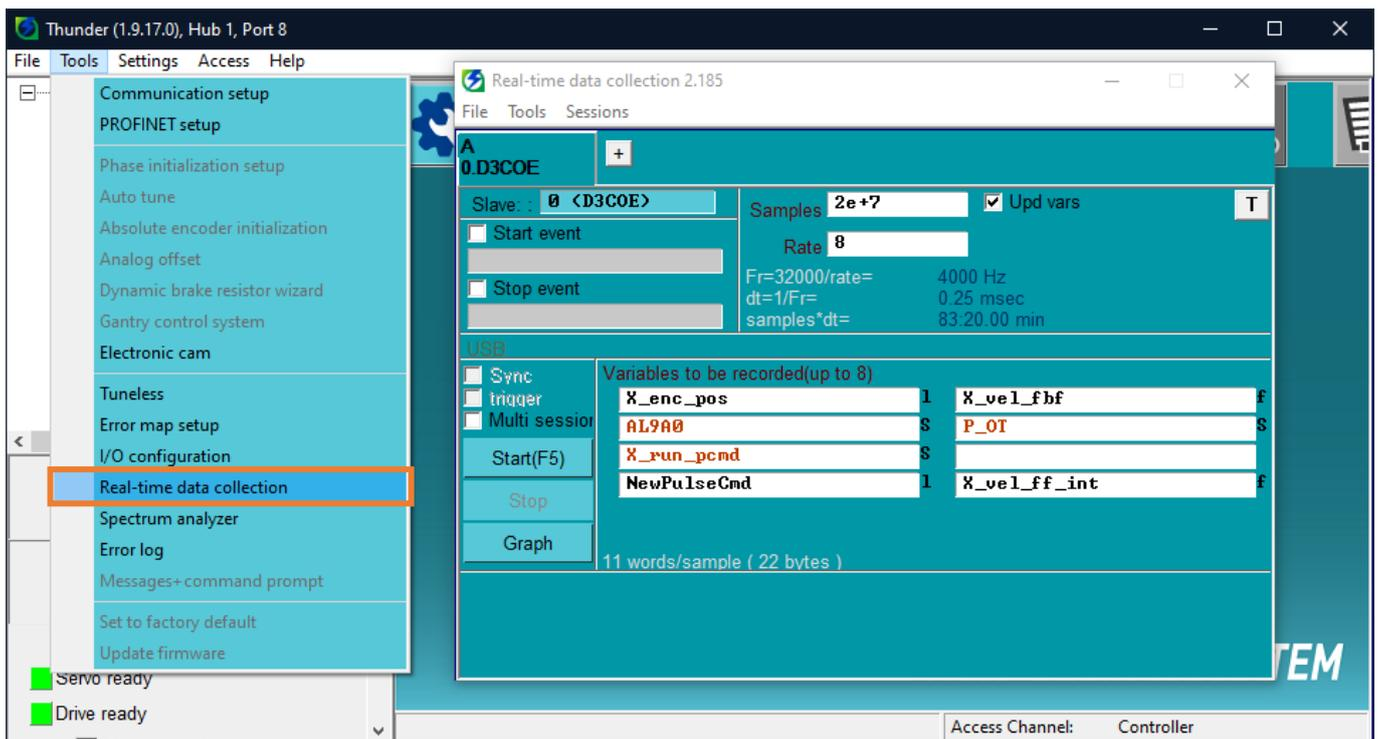
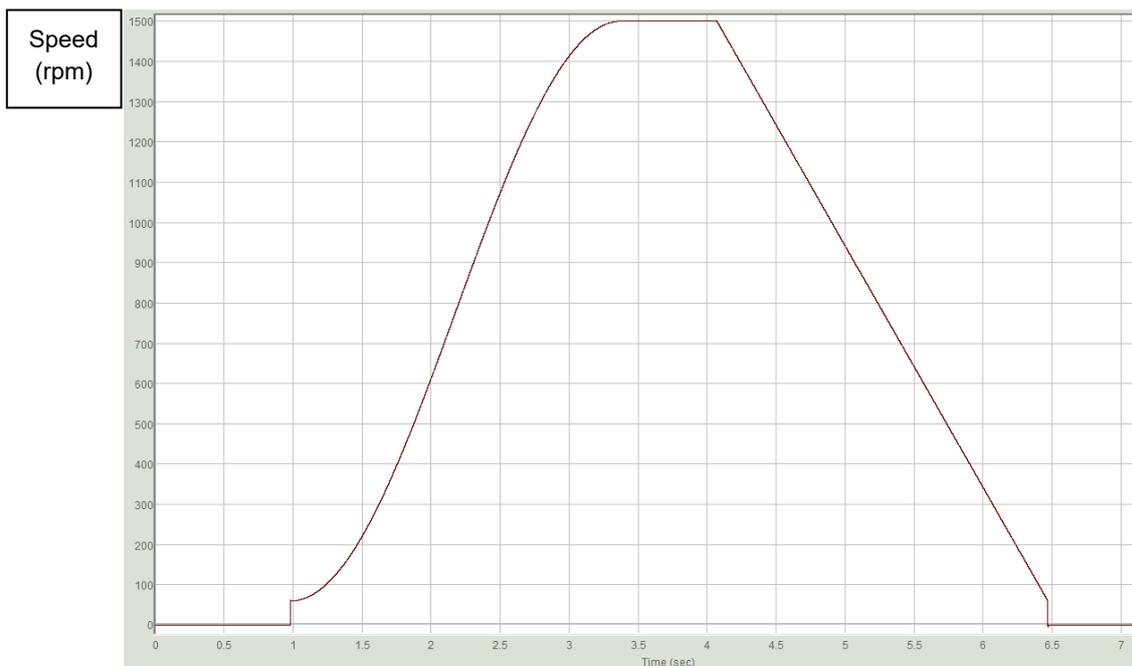

図 3.3.2
図 3.3.4
- 「Thunder」 → 「Real-time data collection」を開き、「Stop」をクリックしてから「Graph」をクリックして (図 3.3.2 を参照)、図 3.3.4 を生成します。